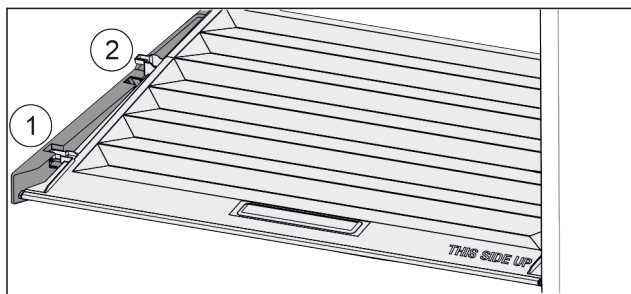

Fig. 43
- ▶ Подвинуть крышку до отворота поддерживающих деталей вперед Fig. 43 (1).
- ▶ Поднять сзади снизу и извлечь Fig. 43 (2) движением вверх.